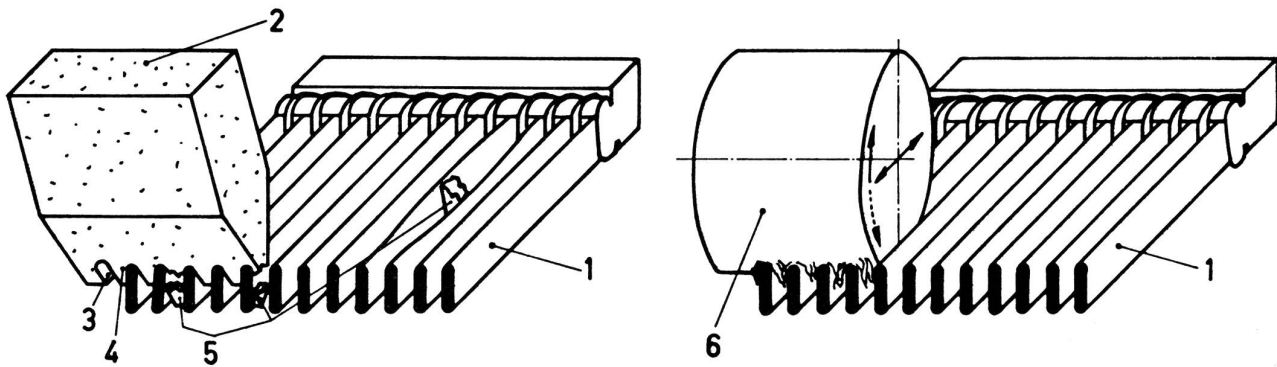

Abbildung 2 Links: Querschnitt eines Webeblattes mit Schleifstein mit eingeschliffenen Rillen; Rechts: Polierscheibe im Eingriff.
Damit die Kanten der einzelnen Blattzähne (1) (Abbildung 2) wirklich abgerundet werden, müssen entsprechend der Dicke der Zähne und dem Abstand zwischen denselben Rillen (3) in die Steine eingeschliffen werden. Es werden für jeden Blattstich (Anzahl Zähne pro cm) separate Steine benötigt. Zwischen den in den Steinen eingeschliffenen Rillen befinden sich Zwischenwände (4). Besonders bei feinen Blättern brechen diese dünnen Zwischenwände häufig ab, sie verklemmen sich zwischen den Zähnen (5) und müssen dann von Hand entfernt werden.